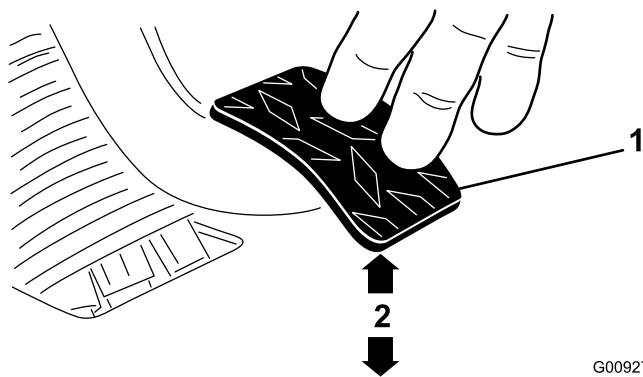

Figura 62
3. Reglați contrapiulițele sau articulația sferică până când marginea din spate a pedalei de ambreiaj se află la 9,2 – 9,8 cm de partea superioară a plăcii de podea cu model diamant, atunci când aplicați pe pedală o forță de 1,8 kg. (Figura 62).